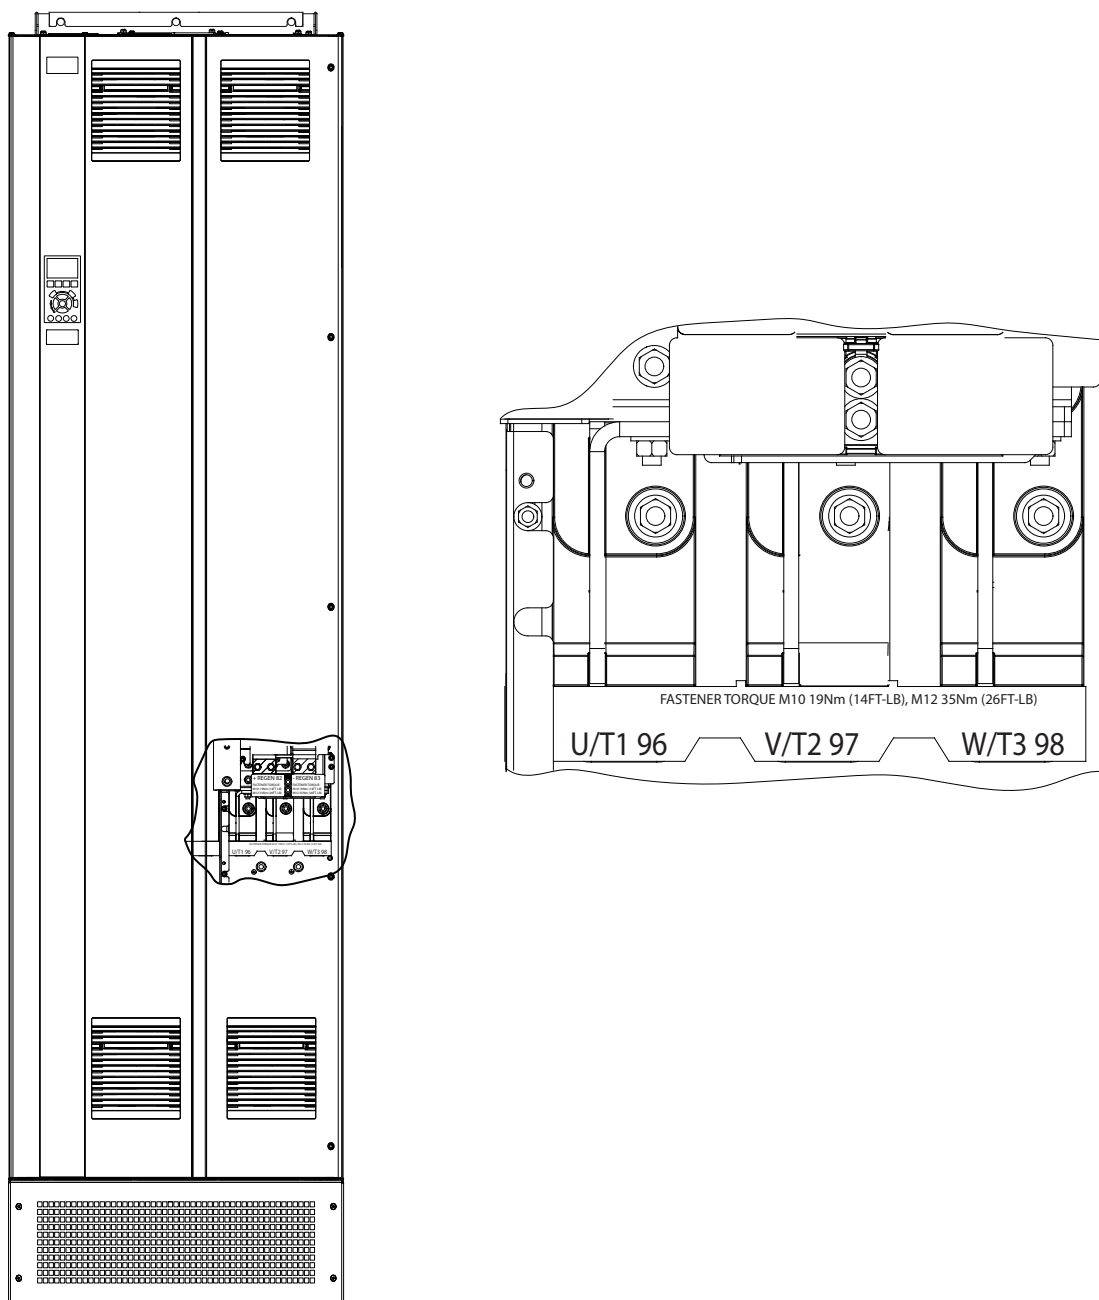

図 5.3 交流モーター端子 (E1h 表示)。端子の詳細ビューについては、章 5.7 端子寸法を参照してください
4. 3相モーター配線を端子 96(U)、97(V)、98(W) に接続します。図 5.3をご参照ください。